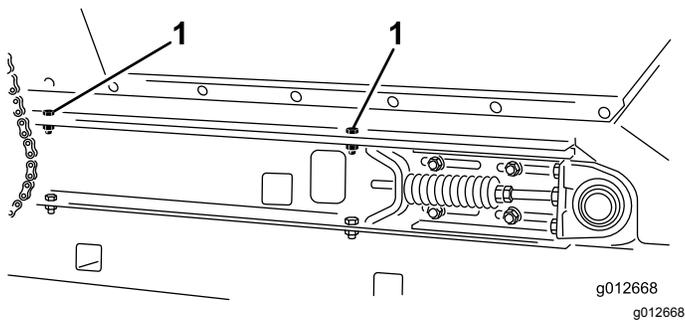

図 32
4. 装置の左右それぞれの側で、ホッパーをスライダフレームレールに固定する 図 32 スライダベッドを分解する (ページ 23) で外したキャップスクリュ2本、ワッシャ2枚、ロックナット2個を使用する。